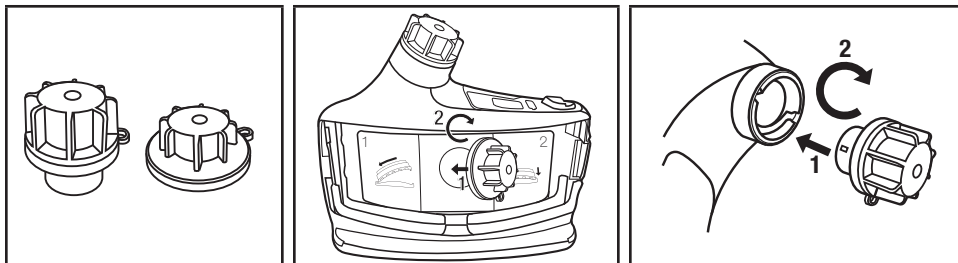

Fig. 18 – Conexión de las cubiertas para limpieza y almacenamiento del ventilador de motor
- Si requiere limpieza adicional, retire el filtro/cartucho y el tubo de respiración. Para minimizar la caída de material en el ventilador de motor, quite el filtro/cartucho cuando esté mirando hacia abajo. Conecte los tapones de entrada y salida de aire para limpieza y almacenamiento (Kit de almacenamiento y limpieza 3M™ TR-653) al TR-600 (Fig. 18). **Ahora puede lavar el TR-600 con agua, o sumergirlo en agua, o ponerlo en una lavadora para mayor limpieza.** La temperatura del agua no debe exceder 50°C (122°F). Antes de cada uso, revise que los empaques del tapón deben no estén dañados o desgastados. Debe reemplazar los empaques desgastados o dañados. Lavar el Versaflo TR-600 con empaques de tapón dañados puede dañar al Versaflo TR-600 e invalidar la garantía. No debe sumergir ni colocar en una lavadora de respirador los ventiladores dañados o que se le hayan caído, debido a la posible entrada de agua. Debe reemplazar los empaques cada 30 usos, o al año, lo que ocurra primero, para minimizar el uso de empaques desgastados.